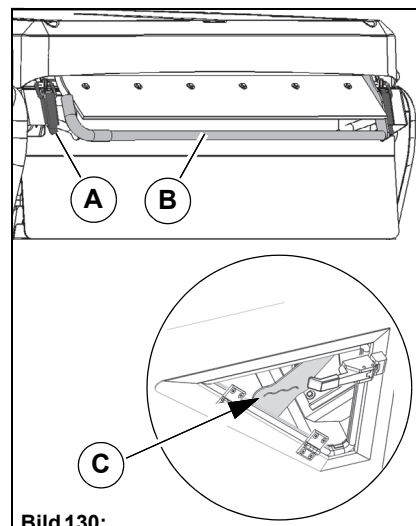

Bild 130:
2. Öppna sopmaterialbehållarens låsanordning **Bild 130-A**.
3. Ställ in bakluckan med spaken **Bild 130-B**.
5. Fyll på sopmaterialbehållaren till markeringen på plåten **Bild 130-C**. Påfyllningsmängd för cirkulationsvatten cirka 180 liter. Efter påfyllningen måste matningens funktion till sugmunstycket kontrolleras!